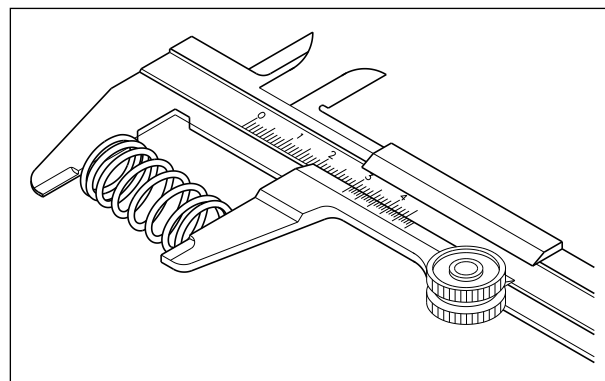

Fig. 3.67
- Meça o comprimento livre da mola da válvula. Se o comprimento for menor que o limite de uso, substitua a mola. (Fig. 3.67)